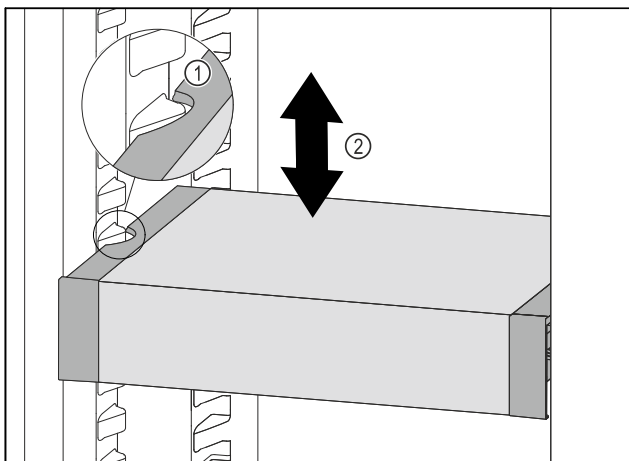

Fig. 99
- Tirer le VarioSafe vers l'avant jusqu'à ce que les encoches latérales du VarioSafe soient à la hauteur de la nervure du bac dans la partie réfrigérateur. Fig. 99 (1)
- Déplacer le VarioSafe vers le haut ou vers le bas dans la partie réfrigérateur jusqu'à ce que la hauteur souhaitée soit atteinte. Fig. 99 (2)